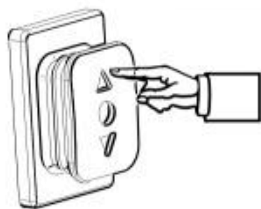

Figure D1
4.1 Houd de bedieningsschakelaar ingedrukt om het zonnescherf te openen. De motor stopt automatisch wanneer het zonnescherf volledig geopend is. (Afbeelding D1)